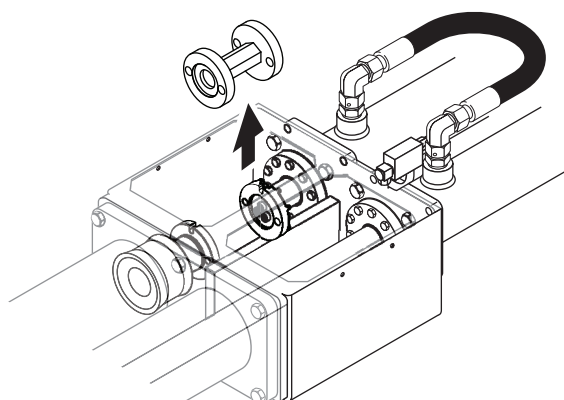

Figura 22
7. Retire el acoplamiento espaciador de la caja de agua (Figura 22).